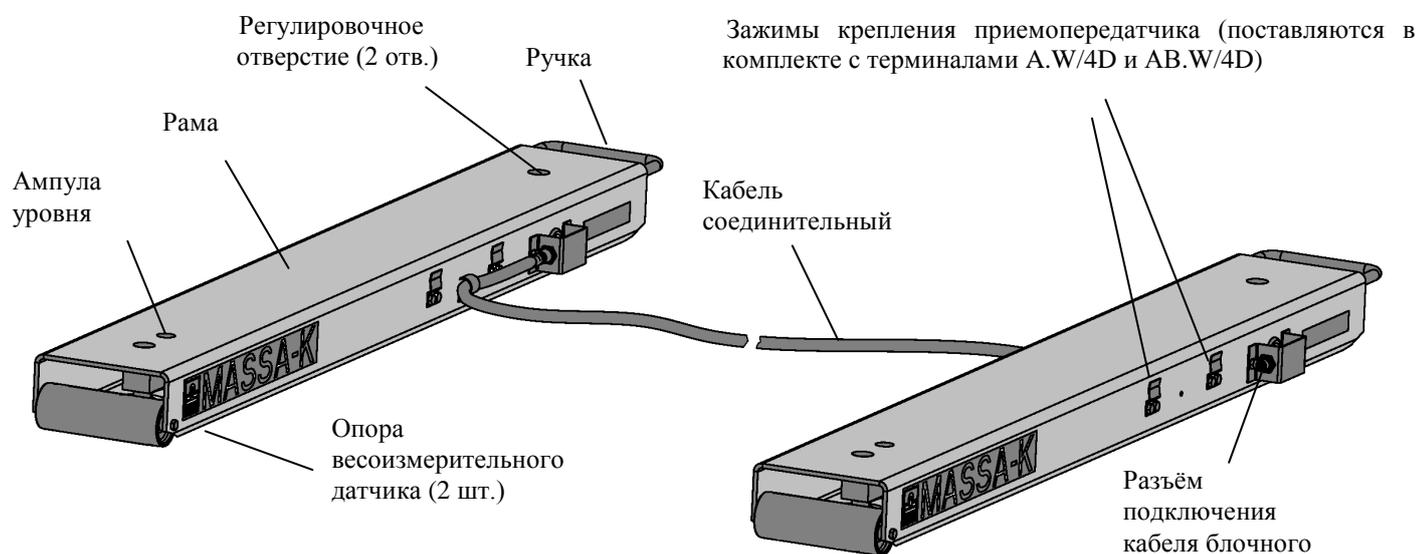

Рис. 4.1 – Модуль взвешивающий 4D-B_
4.1 Модуль состоит из двух однотипных платформ с весоизмерительными датчиками (Рис. 4.1).
5.2 Вынуть заглушки из регулировочных отверстий (см. Рис. 4.1). Вкрутить опоры в весоизмерительные датчики. Используя шлицевую отвертку, установить винт каждой из опор вровень с верхней гранью весоизмерительного датчика.
5.5 Подключить к рамам соединительный кабель, Рис. 4.1. Подключить к модулю взвешивающему блочный кабель.